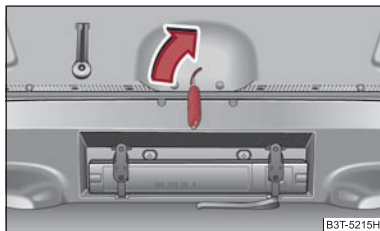

Fig. 35 Descuierea de urgență a capacului portbagajului
- Introduceți cheia în fanta din capitonaj, până la limită ⇒ fig. 35.